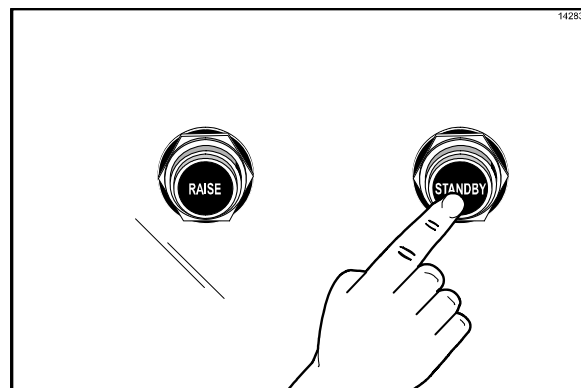

Figure 21
13. Appuyer sur le bouton Standby (attente) pour fermer la plaque (Cf. Figure 21).